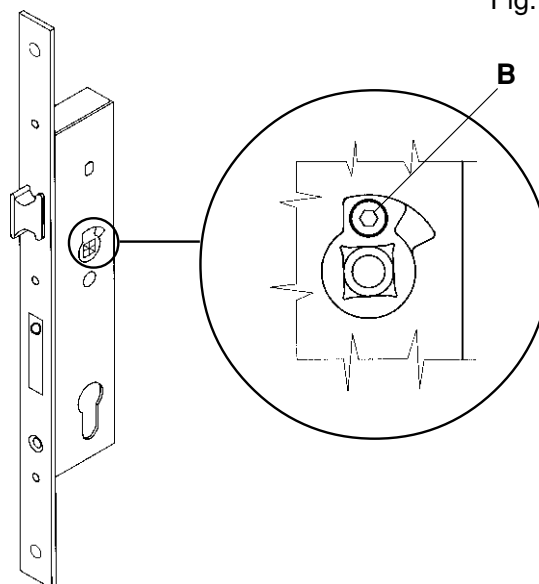

Fig. 2
3. Svitare il grano "B" dal quadro maniglia (fig. 2).